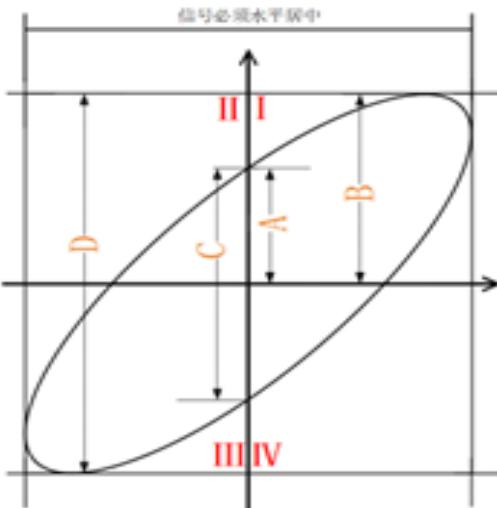

图 7.1 相位差测量原理
- 4、观察上图的测量结果，并根据相位差测量原理图（图7.1）可得  $A/B(C/D)=1$ ，即两个通道输入信号的相差角为  $= \arcsin 1 = 90^\circ$